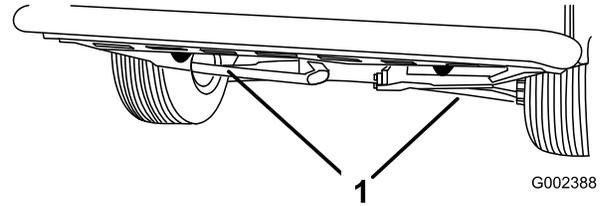

**Figure 38**
3. Poussez la béquille de sécurité sur la tige du vérin et vérifiez que les languettes d'extrémités sont en appui au bout du corps du vérin et au bout de la tige du vérin (Figure 38).